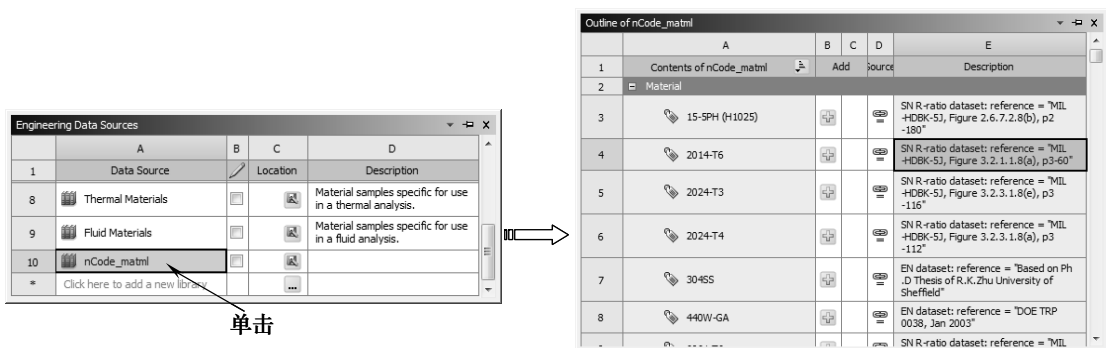

图 7-52 选择 nCode_matml 材料
4) 在【Engineering Data Sources (工程数据源)】窗口中选 A3 栏中的【nCode_matml】项, 出现【Outline of nCode_matml】窗口, 如图 7-52 所示。